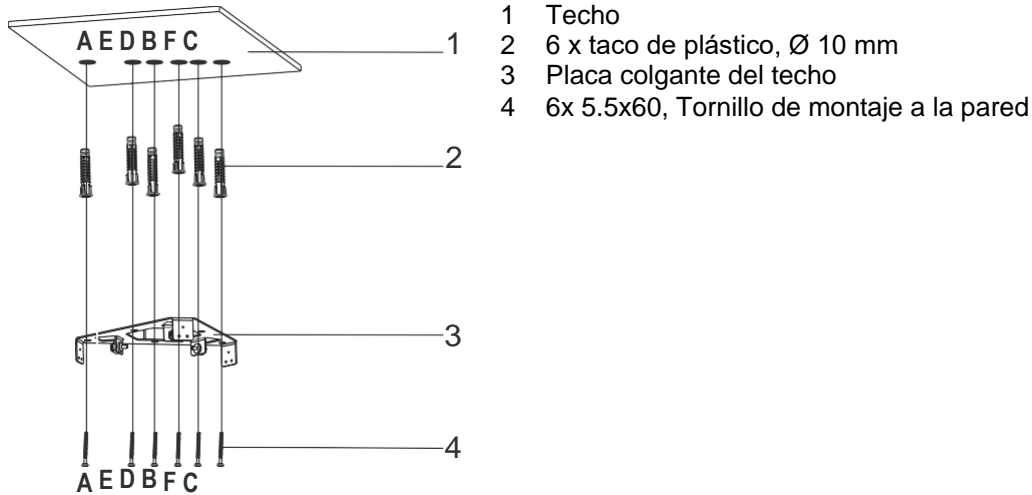

Fig. 12
1. ➤ Perfore la superficie donde se instalará el producto desde los puntos A, B, C, D con una perforación de Ø10 mm (Fig. 12).
2. ➤ Inserte los tacos de plástico de Ø10 mm en los puntos perforados A, B, C, D, E, F (Fig. 12).
3. ➤ Instale la placa de conexión al techo en los puntos A, B, C, D, E, F con tornillos de 5,5x60 (4) (Fig. 12).